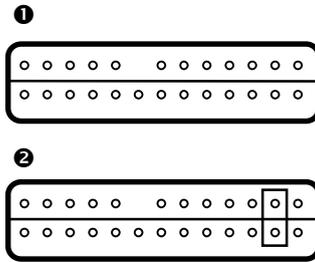

Bild 3-4 Einstellen der TRM PWR
2. Platzieren Sie die Jumper in die auf Bild 3-4, Nummer❷, gezeigten Positionen.